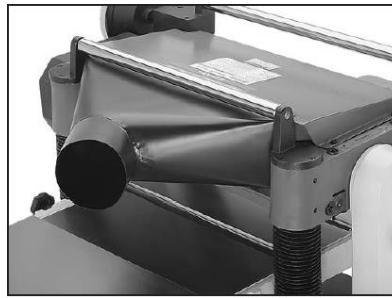

Рис. 6 Пылеулавливающий колпак установлен
8. Прикрепите пылеулавливающий колпак к верхней части станка с помощью болтов M6-1 x 10, плоских шайб 6 мм и шестигранных гаек M6-1, как показано на Рис. 6, затем прикрепите нижнюю часть пылеулавливающего колпака к станку с помощью болтов M8 -1,25 x 20.